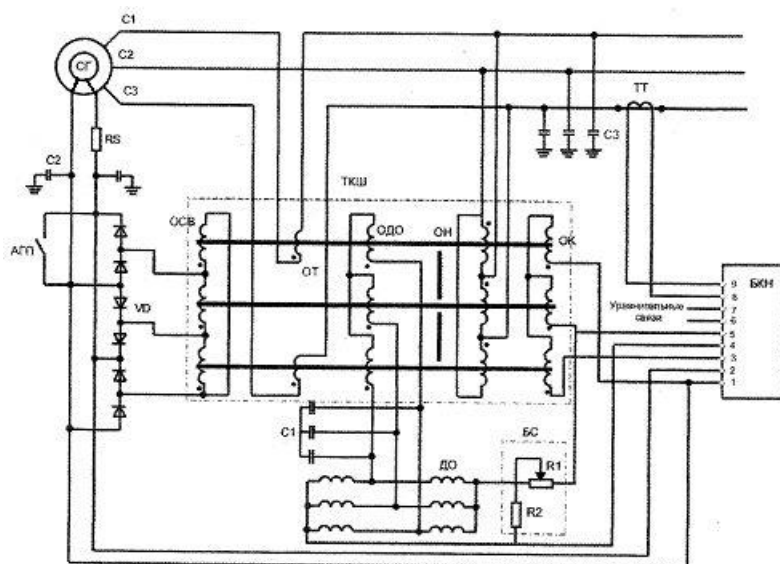

Рис.2
2. Указать элементы и принцип работы судового генератора (рис.2), объяснить работу системы начального подмагничивания, системы АФК, автоматического регулирования напряжения, ручного регулирования, гашения поля.